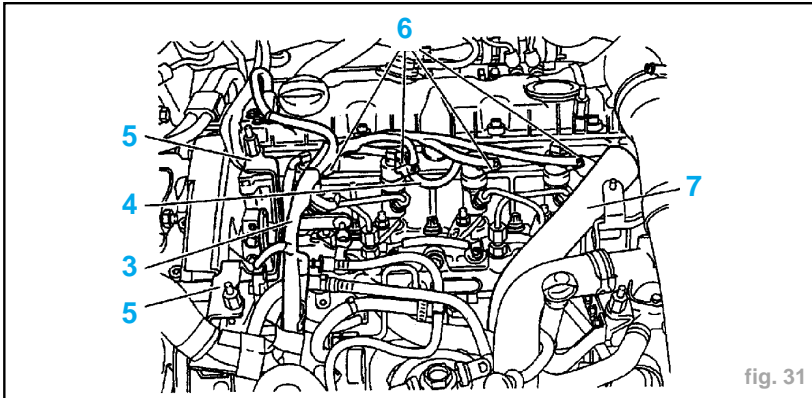

fig. 31
- les connecteurs (6) (fig. 31)
- le tuyau (7) de réaspiration des vapeurs d'huile
- le faisceau (3)
- Déposer la durit de retour gazole (4).
- Obturer les orifices (à l'aide du kit d'obturateurs ref 0188T).
- Déposer le support (5).
- Serrer les tuyaux haut pression (à l'aide de l'outil [1], [4] et [2] (clé à tuyauter ref 1603G) couple de serrage: 2 m.daN).
- Reposer (fig. 31):
- le support (5)
- la durit (4)
- la durit (7)
- les connecteurs (6)